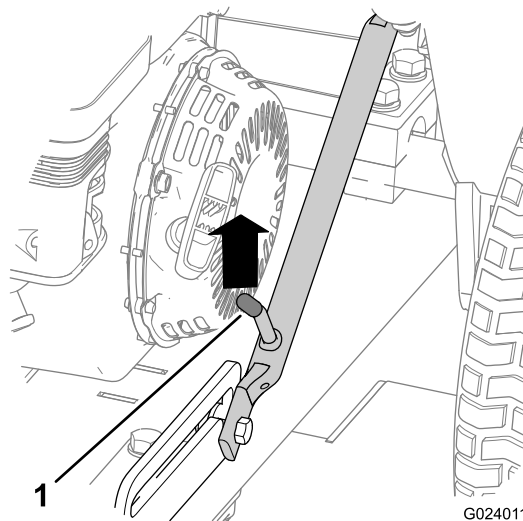
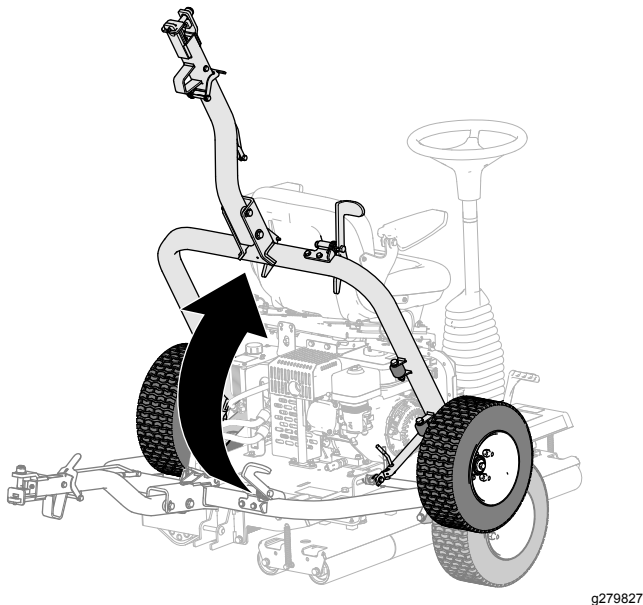

图 17
图 22
1. 向上推动挂钩组件直至门锁杆从滑块锁销中松开 图 17。
5. 提起挂钩 (图 22)、直到门锁杆锁入滑块锁销 (图 17)。